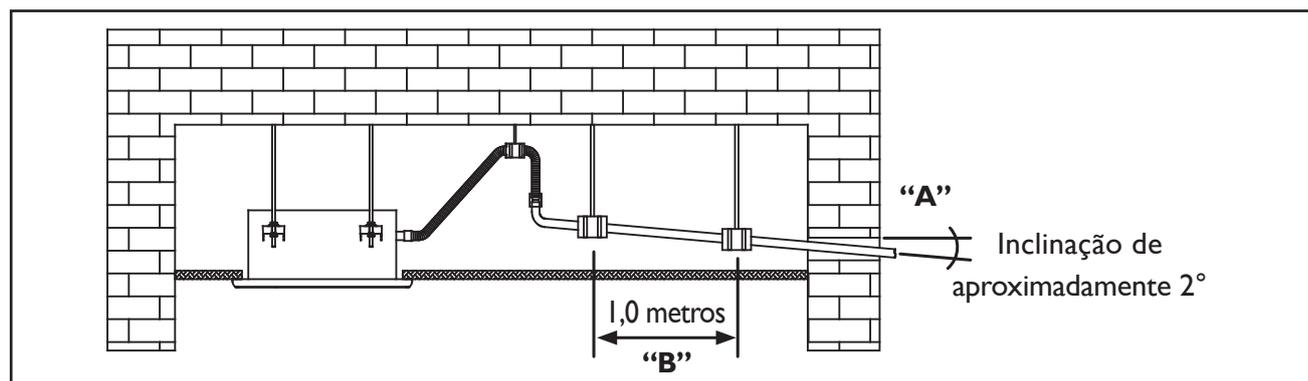

FIG. 23
- Para evitar que a água de condensado escorra para trás, retornando à unidade, o tubo de drenagem deverá ter uma inclinação (um pequeno declive) para baixo em direção ao lado de saída, considere aproximadamente 2° para esta inclinação ("A" - Fig. 23). Evite qualquer saliência (tal como um degrau) ou depósito de água na tubulação.
- Não estique (arraste) demasiadamente o tubo de drenagem ao conectá-lo, para impedir que o corpo venha a puxá-lo. Entretanto, um ponto de suporte deve ser definido a cada 1,0 metro, para evitar que o tubo de drenagem perca eficiência ("B" - Fig. 23). Opcionalmente você pode amarrar o tubo de drenagem com o tubo de ligação para fixá-lo.